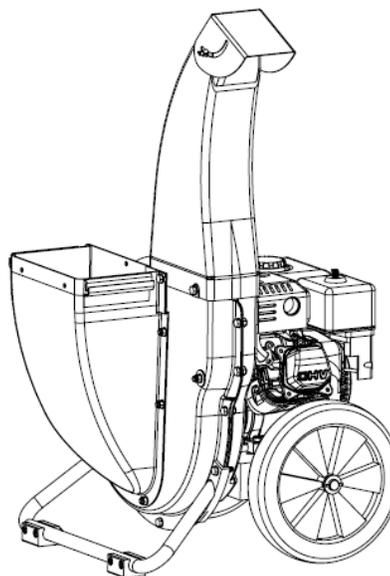

Figura 3
6. Instalación de la boca de descarga de la picadora (Figura 3)